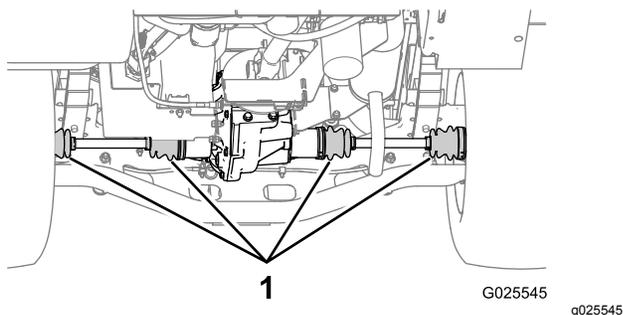

Figura 74
2. Verifique se há danos e lubrificante a derramar nos foles das juntas homocinéticas nos eixos traseiros (Figura 74).